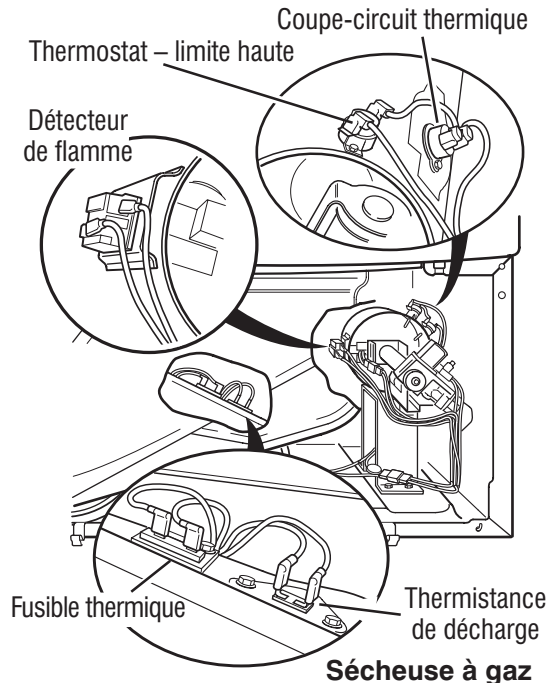

Figure 10b - Composants thermiques, sècheuse à gaz, vue de face.
5. Identifier le thermostat de température maximale (voir figure 10b, page 46). Contrôler la continuité à travers le thermostat en connectant les sondes de l'instrument de mesure sur les broches rouge et noir.